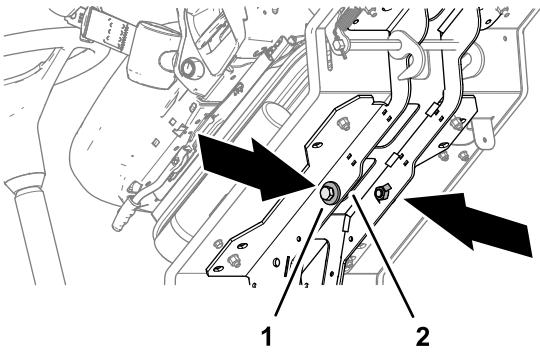

Bild 34
4. Entfernen Sie die beiden Schrauben 12 x 40 mm und die beiden Beilagscheiben 12 mm in den Stützschiene der Plattform (Bild 34).